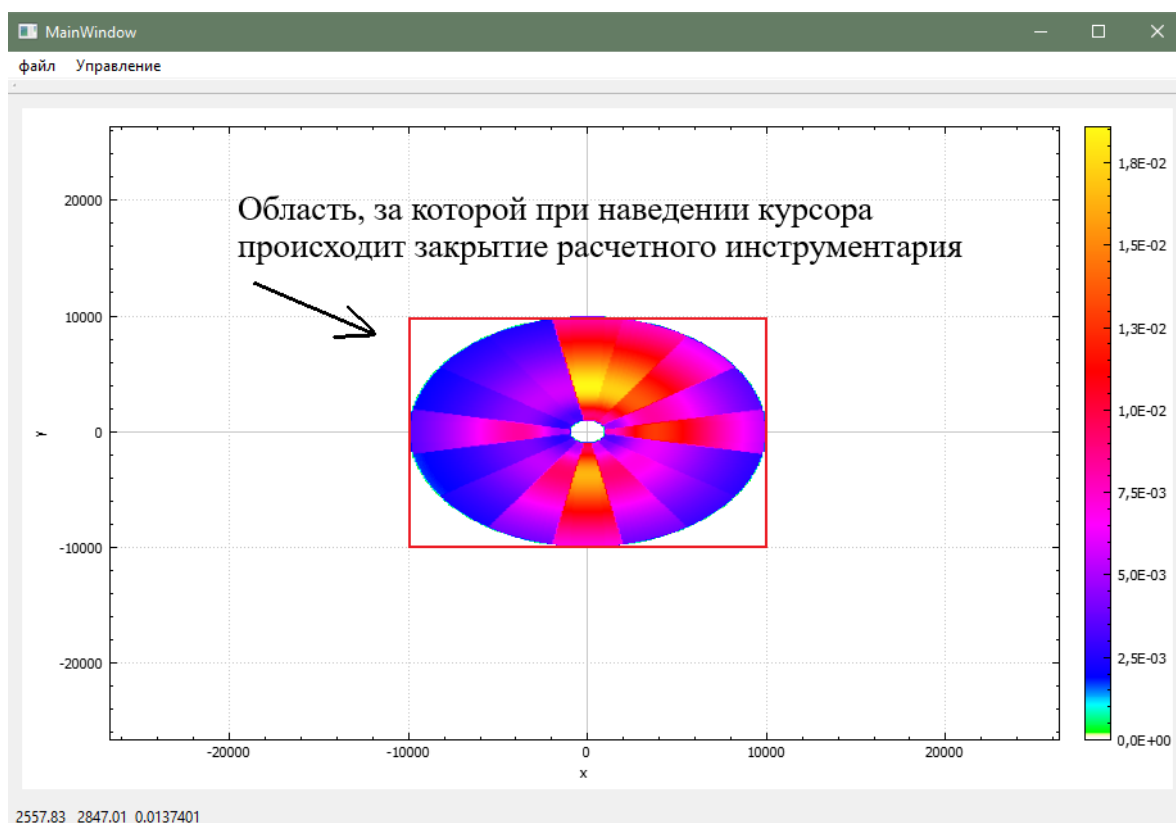

Рисунок 17 – Область за которой наведение курсора приводит к закрытию калькулятора нормативов ПДВ РВ.
– калькулятор нормативов также чувствителен к перемещению по вводимому градиенту значений – при смещении центра картинке за границу изначально представленного градиента (за границы квадрата, сформированного сторонами, равноудаленными от центра координат на расстоянии 10000 метров; см. рисунок 17) калькулятор нормативов может прекратить работу.